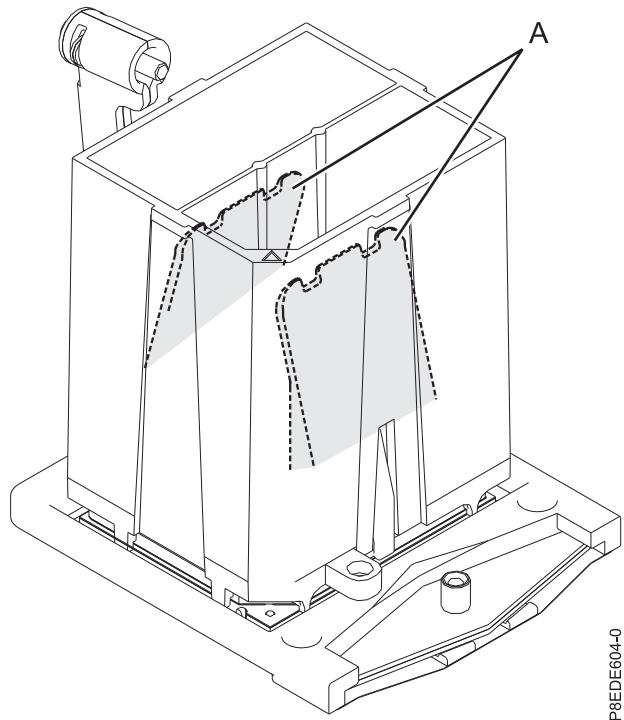

図 17. システム・プロセッサー・モジュール・ツールの取り外し
8. システム・プロセッサー・モジュールを正しく位置合わせできたら、しっかりと止まるまで、2つの青色のリリース・タブ (A) をつかみ、一緒に保持します (19 ページの図 17を参照)。次に、ツールを持ち上げてシステム・プロセッサー・モジュールから離します。